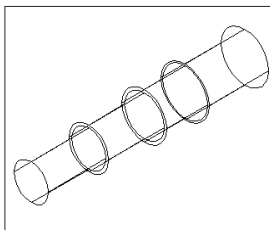
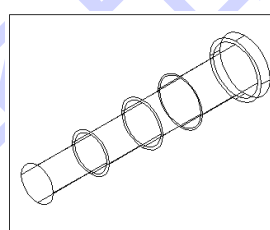

图 15-75
图 15-76
(7) 设置用户坐标系。在命令行直接输入 `ucs`，设定新的坐标原点为 $(0, 0, -41)$ 。
(8) 作圆柱体。单击  按钮或者在命令行直接输入 `cylinder`。底面圆心为 $(0, 0, 0)$ ，半径为 24，高度为 -60，结果如图 15-75 所示。
(9) 设置用户坐标系。在命令行直接输入 `ucs`，设定新的坐标原点为 $(0, 0, -60)$ 。
(10) 作圆柱体。单击  按钮或者在命令行直接输入 `cylinder`。底面圆心为 $(0, 0, 0)$ ，半径为 27.5，高度为 -10，结果如图 15-76 所示。